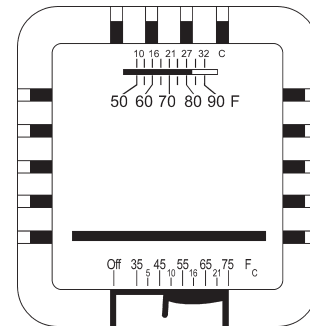

Figure 8. Commandes du thermostat
- B. Réglez le thermostat à la position OFF (fermé). Voir la figure 8.